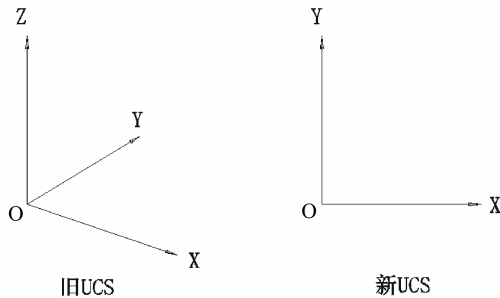

图 1-13 根据当前视图创建 UCS
(7) 选择“新建 (N)”命令选项，然后选择“视图 (V)”命令选项，可以以平行于屏幕的平面为 XY 平面定义 UCS，UCS 原点保持不变。示例如图 1-13 所示。
(8) 选择“新建 (N)”命令选项，然后选择“X”、“Y”或“Z”，可以绕相应的坐标轴旋转 UCS，从而得到新的 UCS。